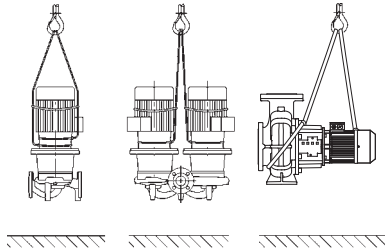

Fig. 32: Транспортування насоса
- Транспортувальні вушка на двигуні призначені при цьому лише для направлення під час підймання вантажу (Fig. 32).